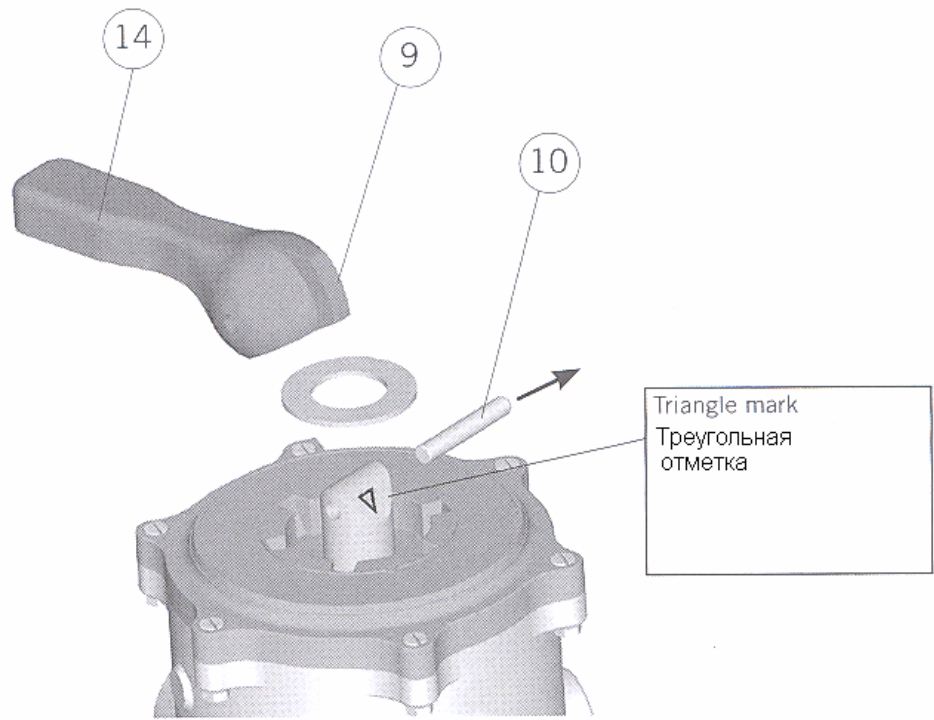
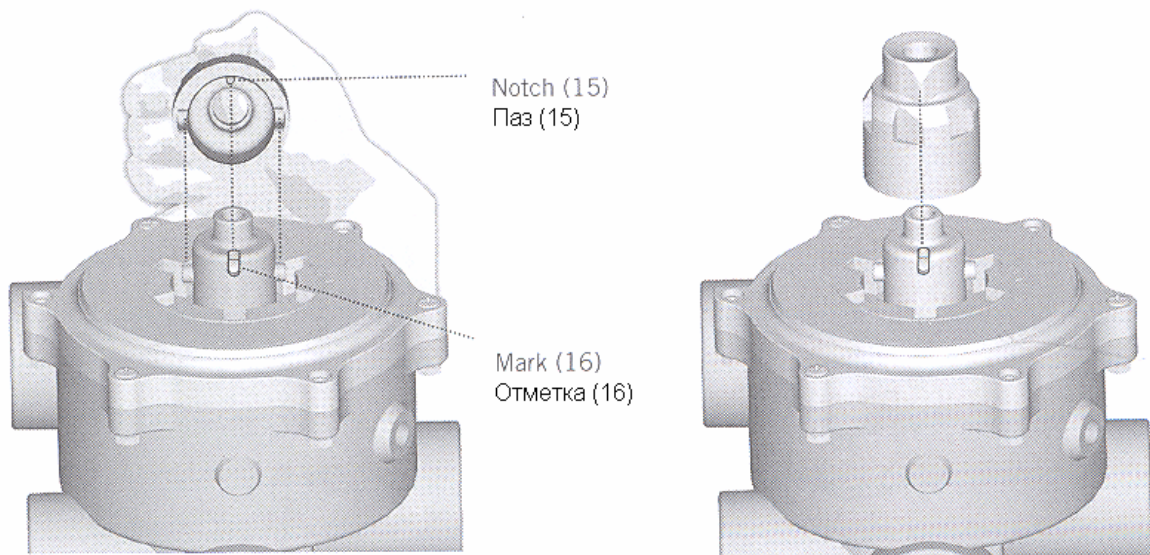

FIG. 6
FIG. 7
Для установки рукоятки, разместите рукоятку* (14) (ПРИЛОЖЕНИЕ 2 – Рис. 6) таким образом, чтобы треугольник на валу колпака совпадал с установочным устройством рукоятки (9). После его установки, можно вставлять штифт* (10).
6.5 Как переключить режим работы клапана с ручного на автоматический. Снимите штифт (10) (ПРИЛОЖЕНИЕ 2 – Рис. 6), снимите ручку (14) и установите деталь (7) (ПРИЛОЖЕНИЕ 2 – Рис. 5). Это осуществляется ориентированием отметки (A), таким образом, чтобы она совпадала с треугольником (ПРИЛОЖЕНИЕ 2 – Рис. 6). После установки на своё место, необходимо вставить штифт (6) (ПРИЛОЖЕНИЕ 6 – Рис. 5), который подлежит центровки по длине. Затем установите деталь (5) (ПРИЛОЖЕНИЕ 2 – Рис. 4). Совместите внутренний паз (15) с отметкой (16). Иллюстрацию сборки можно посмотреть в ПРИЛОЖЕНИЕ 2, рис. 7. Деталь 7 должна правильно располагаться на посадочном месте (есть только одно направление сборки). Закрутите винт (3). Его не нужно затягивать до конца, так как впоследствии потребуется его ослабить для ориентирования со штифтом (4) на двигателе в сборе. На данном этапе можно начинать собирать модульную конструкцию, как описано в **процедуре установки модуля клапана**.